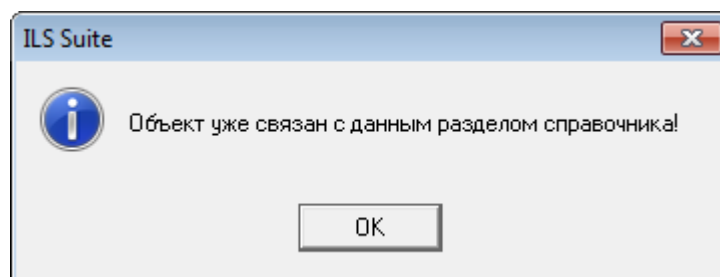
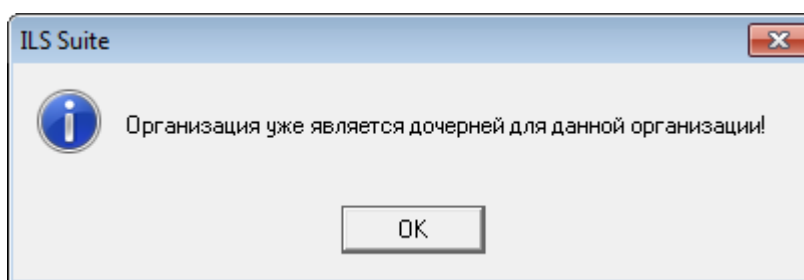

Рис. 9-28 – Сообщение о невозможности переместить организацию в данный раздел
Рис. 9-29 – Сообщение о невозможности переместить организацию к данной родительской организации
5) В случае если такая организация уже связана с данным родительским элементом, появится сообщение о невозможности переместить ее к новому родительскому элементу (рис. 9-28 и рис. 9-29). Необходимо нажать «ОК» для того, чтобы закрыть информационное окно.
В случае если такая организация уже есть в данном разделе, появится сообщение о невозможности установить связь с этим разделом, приведенное ранее на рис. 9-28.